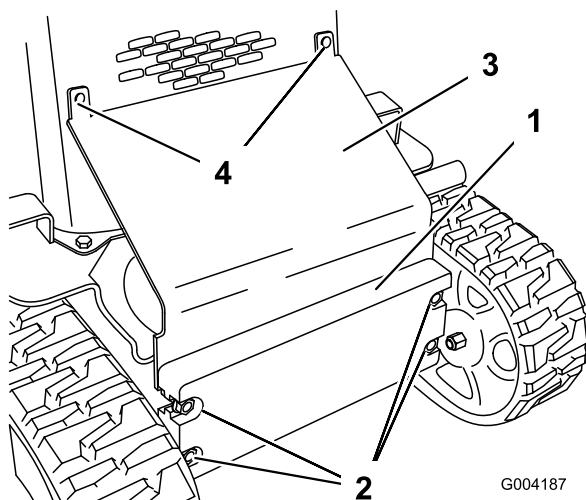

Bild 25
2. Lockern Sie die Schrauben, die den vorderen Ballast befestigen (Bild 25).
3. Entfernen Sie die Schlossschrauben und Muttern, mit denen das Wärmeschutzblech befestigt ist (Bild 25).
10. Schieben Sie das Wärmeschutzblech zwischen den Rahmen und den vorderen Ballast und befestigen Sie es am Gitter des vorderen Gitters mit den vorher abgenommenen Schlossschrauben und Muttern (Bild 25).
11. Ziehen Sie die Schrauben an, die den vorderen Ballast befestigen (Bild 25).